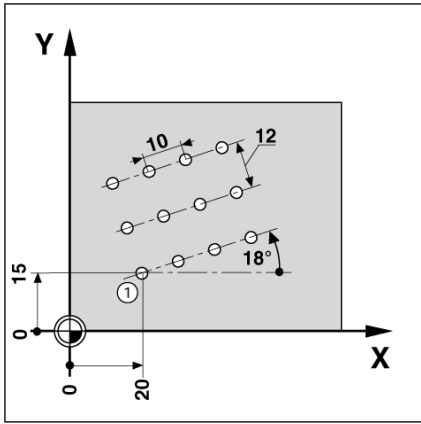

Fig. I.40 Exemple d'un motif linéaire
**Exemple: Introduire les données du motif linéaire et l'exécuter (Cf. Fig. I.40, Fig. I.41 & Fig. I.42).**